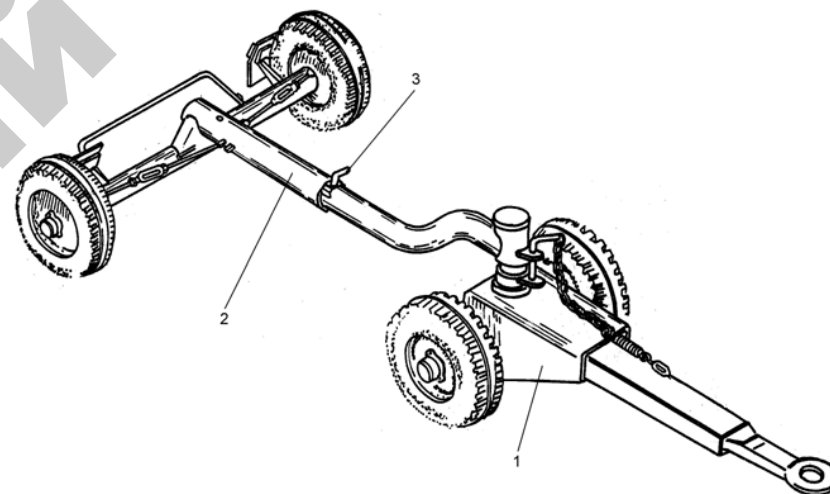

Рис. 3. Ход колесный для транспортировки жатки для трав:
3) соедините передний 1 (рис. 3) и задний 2 колесные ходы между собой и закрепите их фиксатором 3.